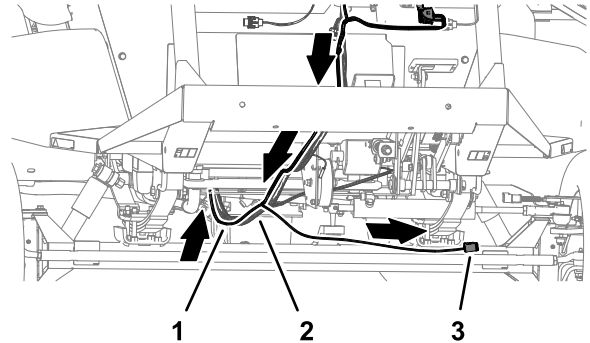

Figure 94
- Acheminez le faisceau de câblage du kit vers l'arrière, le long du faisceau de la machine (Figure 94).
- Faites passer la branche du faisceau de câblage dotée du connecteur étiqueté WHEEL ANGLE SENSOR (CAPTEUR D'ANGLE DE ROUE) le long du dos du tube de pont avant (Figure 94).